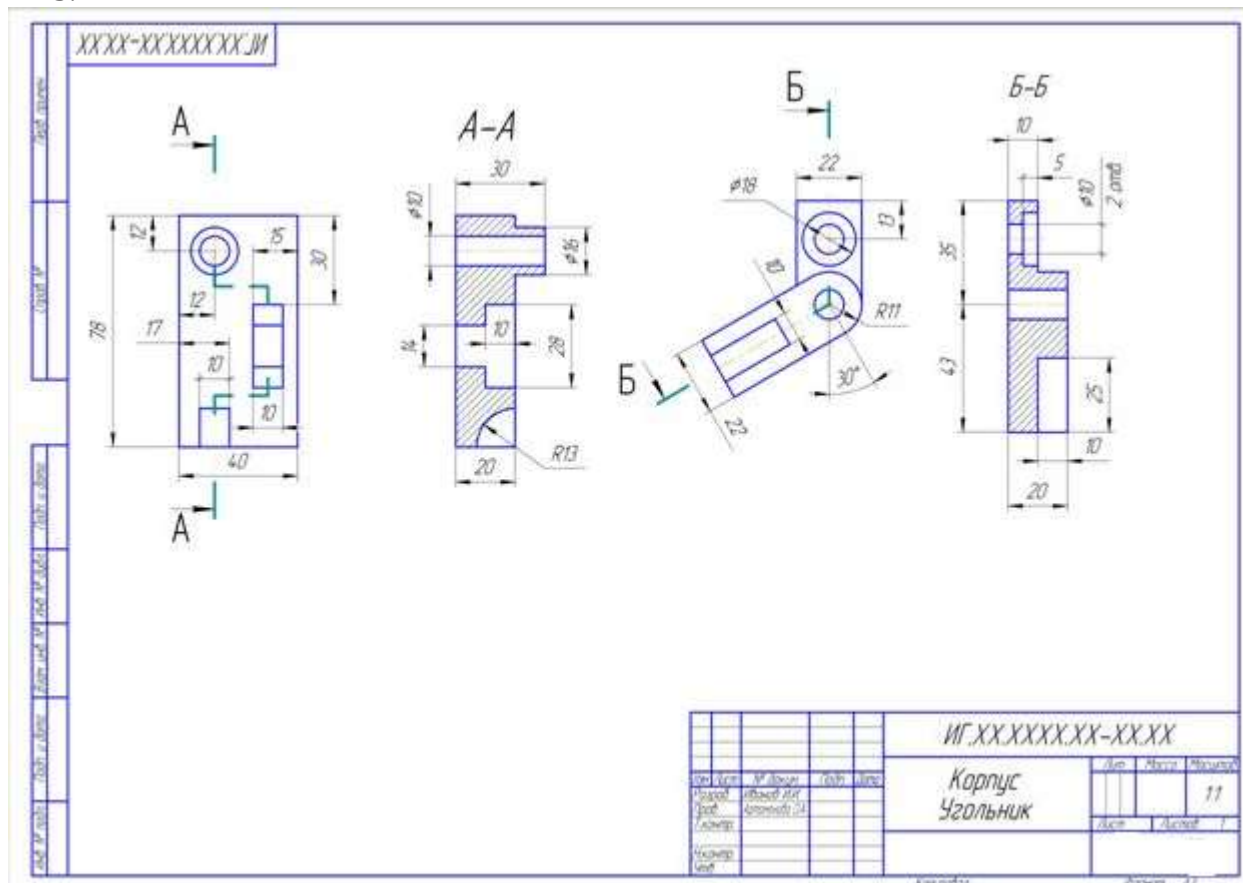

Рисунок 45 - Пример оформления графической работы
2.Выполните задачу 4, замените вид спереди или сверху ступенчатым разрезом, см. рис. 45.